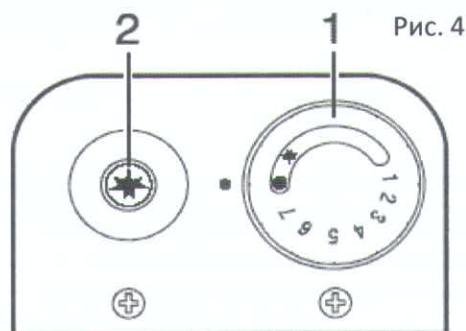

Рис. 4
- А - регулятор 1* и кнопка пьезоэлектрического поджига 2* (см. рис. 4)